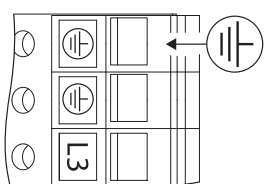

Рис. 29: Дополнительное заземление
- Вследствие повышенного тока утечки электродвигателей мощностью от 11 кВт следует дополнительно подключать усиленное заземление согласно стандарту EN 61800-5-1:2008-04 (см. рис. 29).